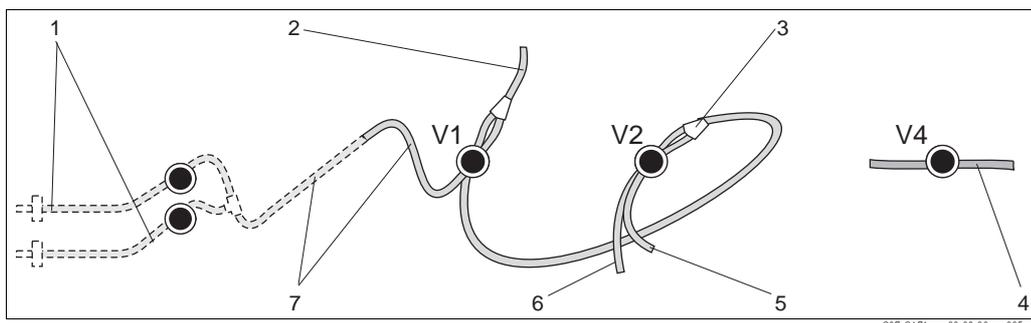

Рис. 17: Клапаны и трубки
3. Замените новые трубки клапанов в обратной последовательности. Проверьте правильность подсоединения (Рис. 17).